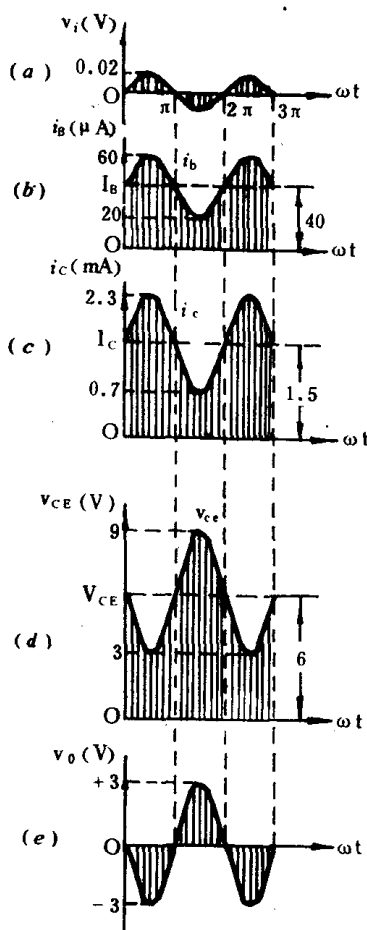

图 1-6 图 1-5 中电流电压的
电压  $V_o$  的波形。(即图线④)。如果我们将这些电流电压的波形画在对应的时间轴上,便可得到图 1-6 所示的波形图。
从图中可以看出,输出电压  $V_o$  的幅度比输入电压的幅度大得多,同时  $V_o$  与  $V_i$  是同频率的正弦波,也就是说  $V_i$  经过电路后放大了,而且放大后没有改变原来的形状。从图 1-6 (a) 和图 1-6 (e) 可以看出,输出电压  $V_o$  和输入电压  $V_i$  相位相差  $180^\circ$ ,这是由于当  $V_i$  增加时,  $i_c$  是增加的,所以三极管的管压降  $v_{CE} = E_C - i_c R_C$  将随着  $i_c$  的增加而减小,经过隔直电容  $C_2$  后的交流输出电压  $V_o$  恰好与输入电压  $V_i$  相位相反,这种现象称为放大器的“倒相”作用。